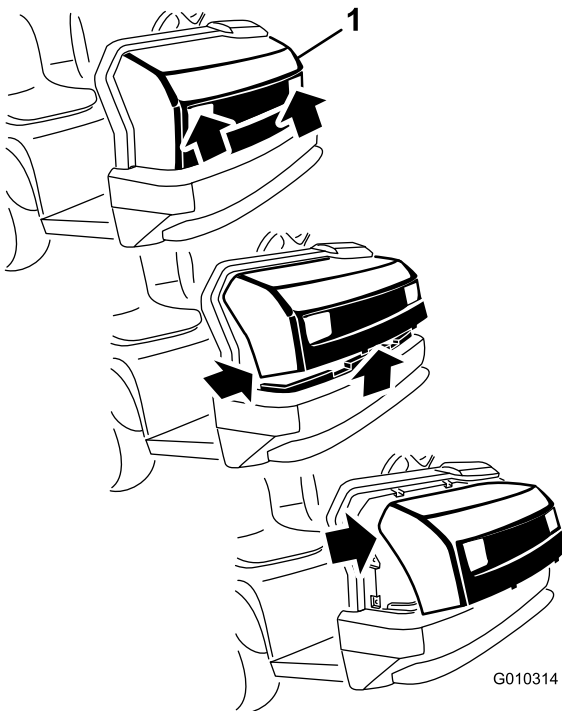

Bild 37
1. Fassen Sie die Motorhaube in den Scheinwerferöffnungen an und heben sie an, um die unteren Befestigungslaschen aus den Rahmenschlitzzen zu heben (Bild 37).
2. Drehen Sie die Unterseite der Motorhaube nach oben, bis Sie die oberen Befestigungslaschen aus den Rahmenschlitzzen ziehen können (Bild 37).
3. Drehen Sie die Oberseite der Motorhaube nach vorne und ziehen Sie die Kabelanschlüsse von den Scheinwerfern ab (Bild 37).